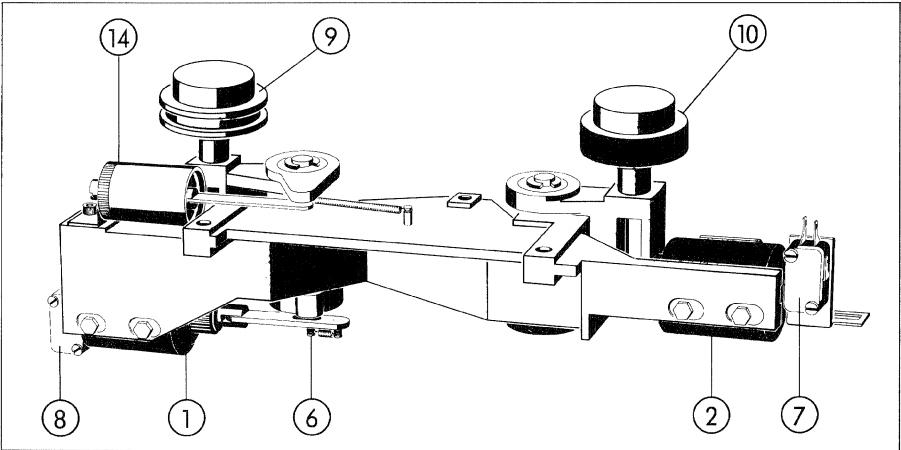

Fig. 4.4
6. Taste PLAY drücken. Befestigungsschrauben des EDIT-Magneten (1) lösen. Den EDIT-Magneten soweit nach rechts schieben, dass ein noch spürbares Spiel von ca. 0,3 bis 0,5 mm zwischen Ankerzugstange und Mitnehmerbolzen (6) verbleibt. Befestigungsschrauben wieder festziehen (Fig. 4.4).
6. Depress PLAY key. Loosen mounting screws of the EDIT magnet (1). Shift EDIT magnet to the right until the clearance between armature working stem and carrier bolt (6) remains at 0.3 – 0.5 mm. Retighten mounting screws (fig. 4.4).